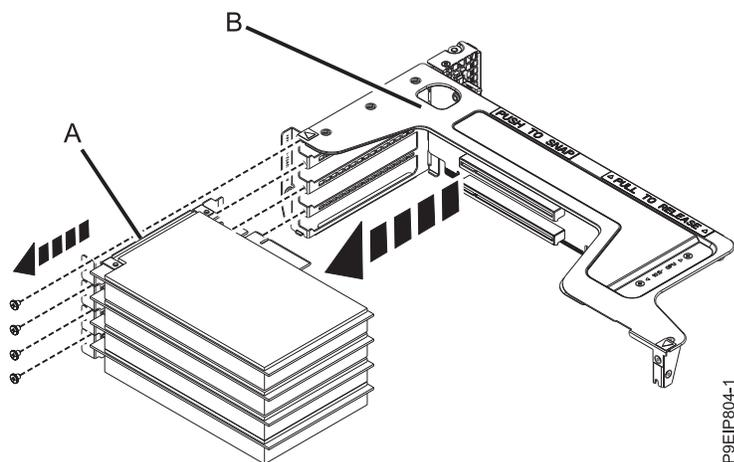

Figura 50. Extracción de un adaptador de la tarjeta de expansión
- a. Extraiga el tornillo (A) y retire la patilla de sujeción (B).
- f. Desconecte un adaptador (A) de la tarjeta de expansión del adaptador PCIe (B), como se muestra en la Figura 50 en la página 49.